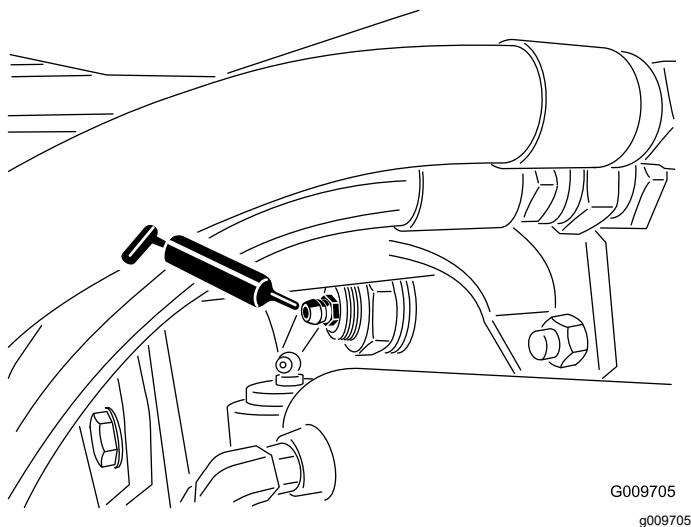

Figura 75
- Casquillos de pivote de eje trasero (2) tal y como se muestra en la Figura 75